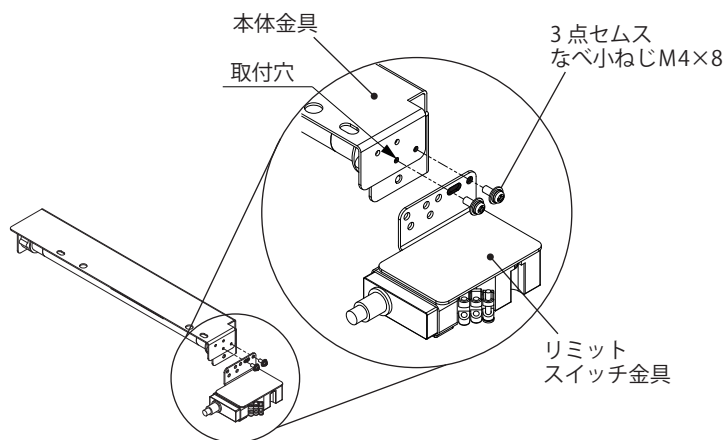

図 7
1. リミットスイッチ金具にある 3 点セムスなべ小ねじ M4×8 (2 カ所) を取外してください。(図 7)
2. 本体金具とリミットスイッチ金具を 3 点セムスなべ小ねじ M4×8 (2 カ所) にて取付けてください。(図 7)